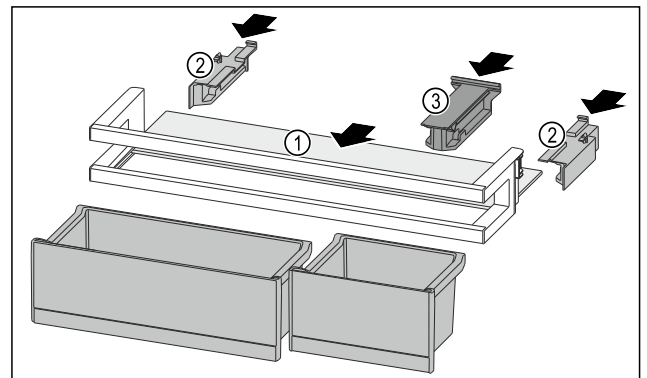

Fig. 225
- ▶ Abstellfläche Fig. 225 (1) in die seitlichen Aussparungen einschieben.
- ▶ Seitenteile Fig. 225 (2) einsetzen.
- ▶ Halteteil Fig. 225 (3) einsetzen.